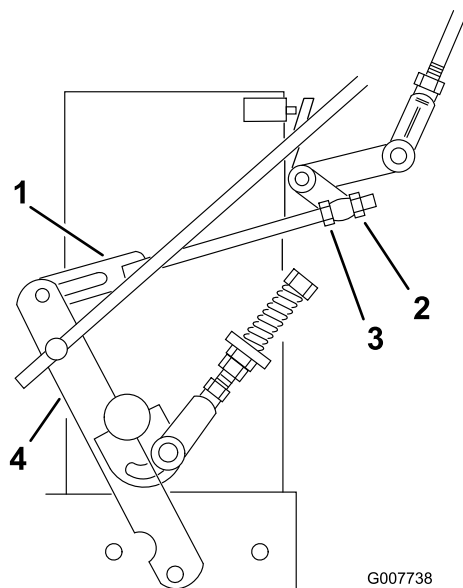

Figura 36
8. Allentate il dado di regolazione anteriore sulla tiranteria di comando idraulico, come illustrato nella Figura 36.
9. Girate il dado di regolazione posteriore di sinistra in senso antiorario finché la ruota non gira in avanti (Figura 36).
10. Girate il dado di regolazione posteriore in senso orario di 1/4 di giro alla volta. Quindi, spostate in avanti la leva di comando della velocità e indietro in posizione di FOLLE. Ripetete queste operazioni finché la ruota sinistra non gira più in avanti (Figura 36).